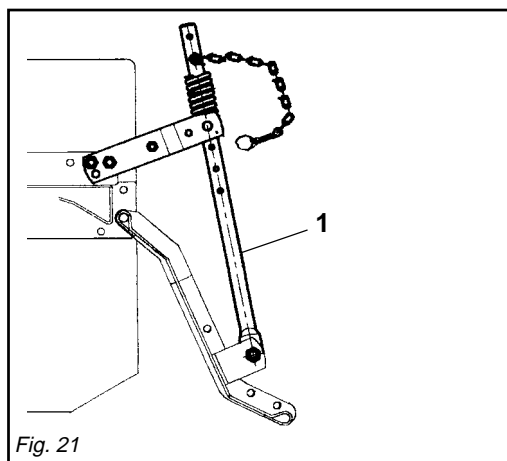

Fig. 21
(1 Fig. 21) prevents the steerage hoe
- 2- Die Federwinde (1 Abb. 21) trägt nicht
- 2- Le vérin à ressort (1 Fig. 21) sert de
- 2- El gato de resorte (1 Fig. 21), además